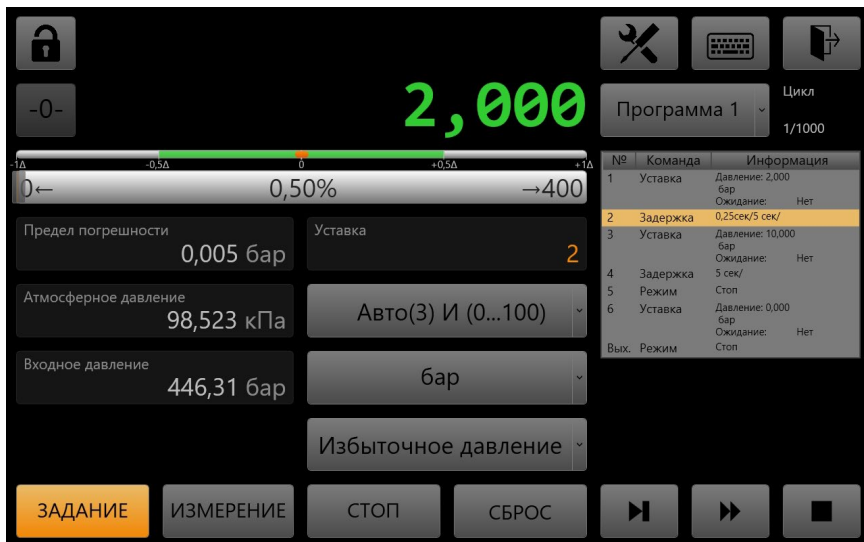

Рис. 8. Задание давления по программе
2.3.2.3.1 При выборе типа ввода Программа экран принимает следующий вид (Рис. 8).